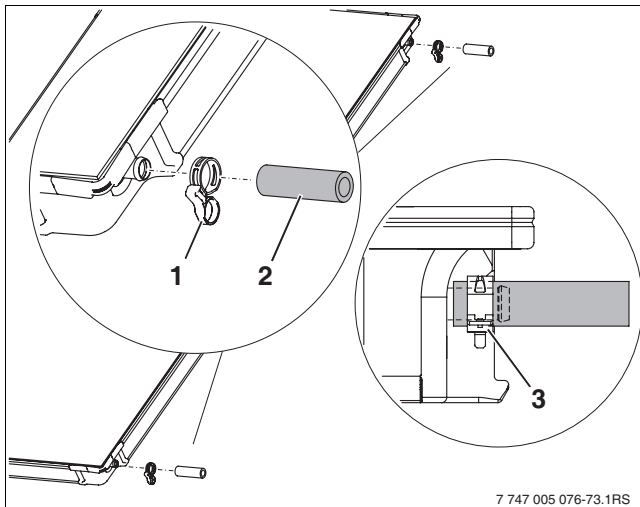

Bild 58 Verbindungs-Set montieren
- ▶ Solarschläuche 95 mm (Bild 58, [2]) auf die rechten Anschlüsse des zweiten Kollektors schieben.
- ▶ Federbandschellen (Bild 58, [1]) über den Solarschlauch schieben (Die zweite Schelle sichert später den Anschluss des anderen Kollektors).
- ▶ Wenn die Federbandschelle richtig sitzt, den Sicherungsring ziehen, um die Verbindung zu sichern (Bild 58, [3]).